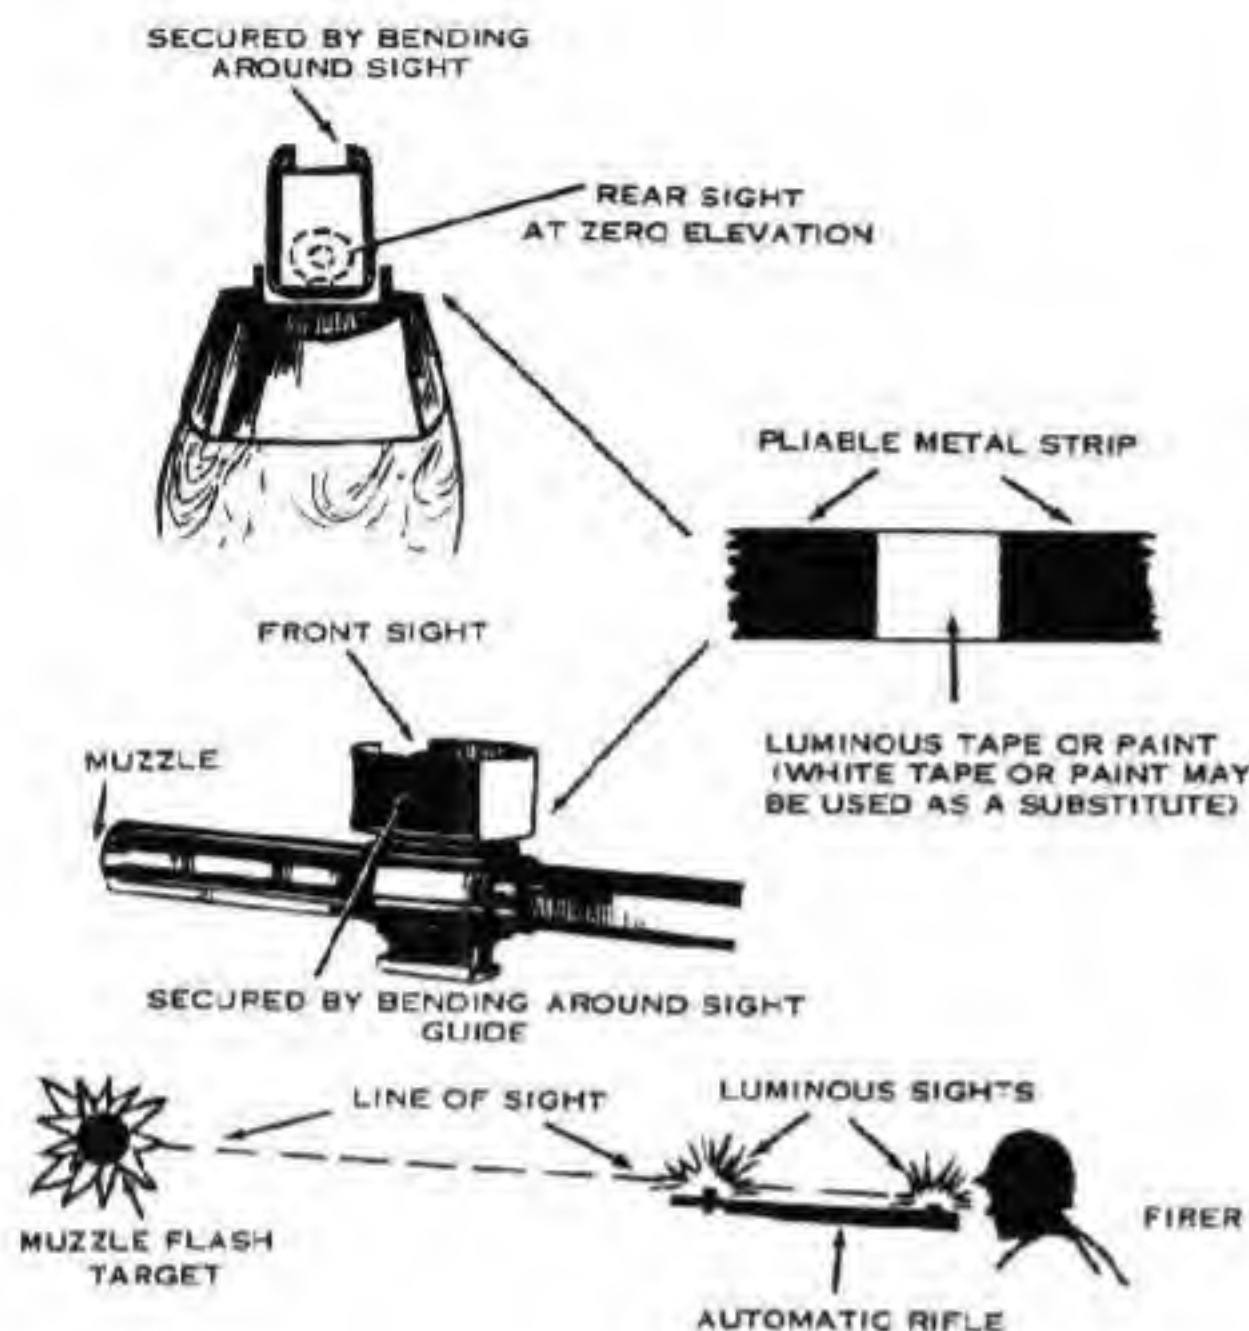

Figure 9
5. EXPEDIENT NIGHT SIGHT AND SIGHT PICTURE FOR THE AR (See Figure 9).